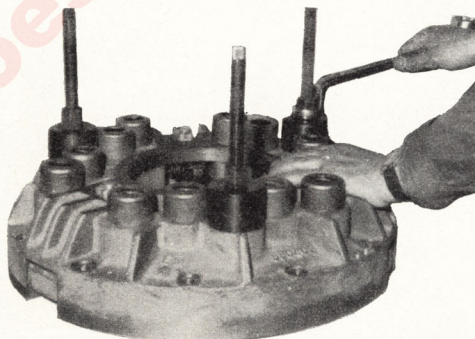
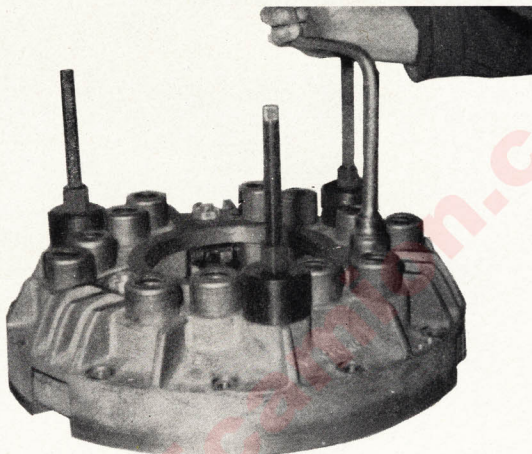

Fig. 6.—Comprimiendo la carcasa sobre el plato de presión
Fig. 7.—Quitando las tuercas de ajuste de balancines
Para el desmontaje total del embrague, el plato de presión lleva 3 tetones roscados a $M 12 \times 1,5$, como puede observarse en figura 1; siendo reconocida su posición por estar situados cada uno al fondo de las cazoletas o cajas de muelles que hay encima de cada fila de 4 muelles en línea (ver fig. 6).
1. Utilizando el útil adecuado, se roscarán en cada uno de los 3 tetones antes mencionados y se aproximarán las tuercas hasta que lleguen a las cazoletas del citado útil (ver fig. 6).
2. Roscar alternativamente las 3 tuercas (ver fig. 6) comprimiendo los muelles hasta que puedan quitarse las 3 tuercas (7 - fig. 3) de ajuste de balancines (ver fig. 7).